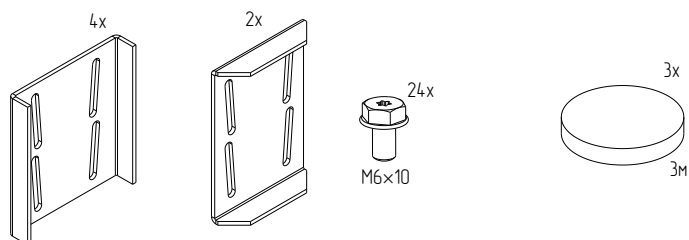

Рисунок 47
4.18.2 Проверить комплектность (рисунок 47).